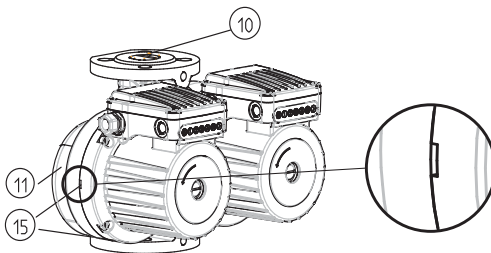

рис.3
- насосы GHND (basic, auto), GHNMD (basic, auto) имеют двоярный гидравлический корпус (рис.3 – ПОЗ.11) со встроенной пластиной клапана (рис.3 – ПОЗ.10), которая самостоятельно поворачивается в зависимости от течения среды одного или другого насоса;